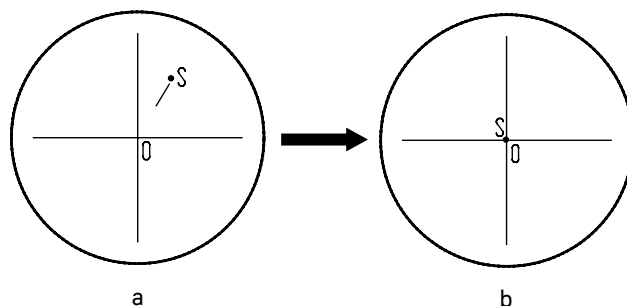

Рис. 11. Настройка канала визуализации
- Установите рукоятку переключения светового потока 4 в положение для наблюдения через окуляры. Наблюдая объект через окуляры, найдите отличительную точку в поле зрения (легко идентифицируемую цель, такую как точка S на рис. 11а), переместите объект на предметном столике так, чтобы данная точка находилась в центре поля зрения, как показано на рис. 11b. Для этой процедуры вместо обычного препарата удобно использовать специальный калибровочный слайд с перекрестием, а вместо обычного окуляра – окуляр с перекрестием.